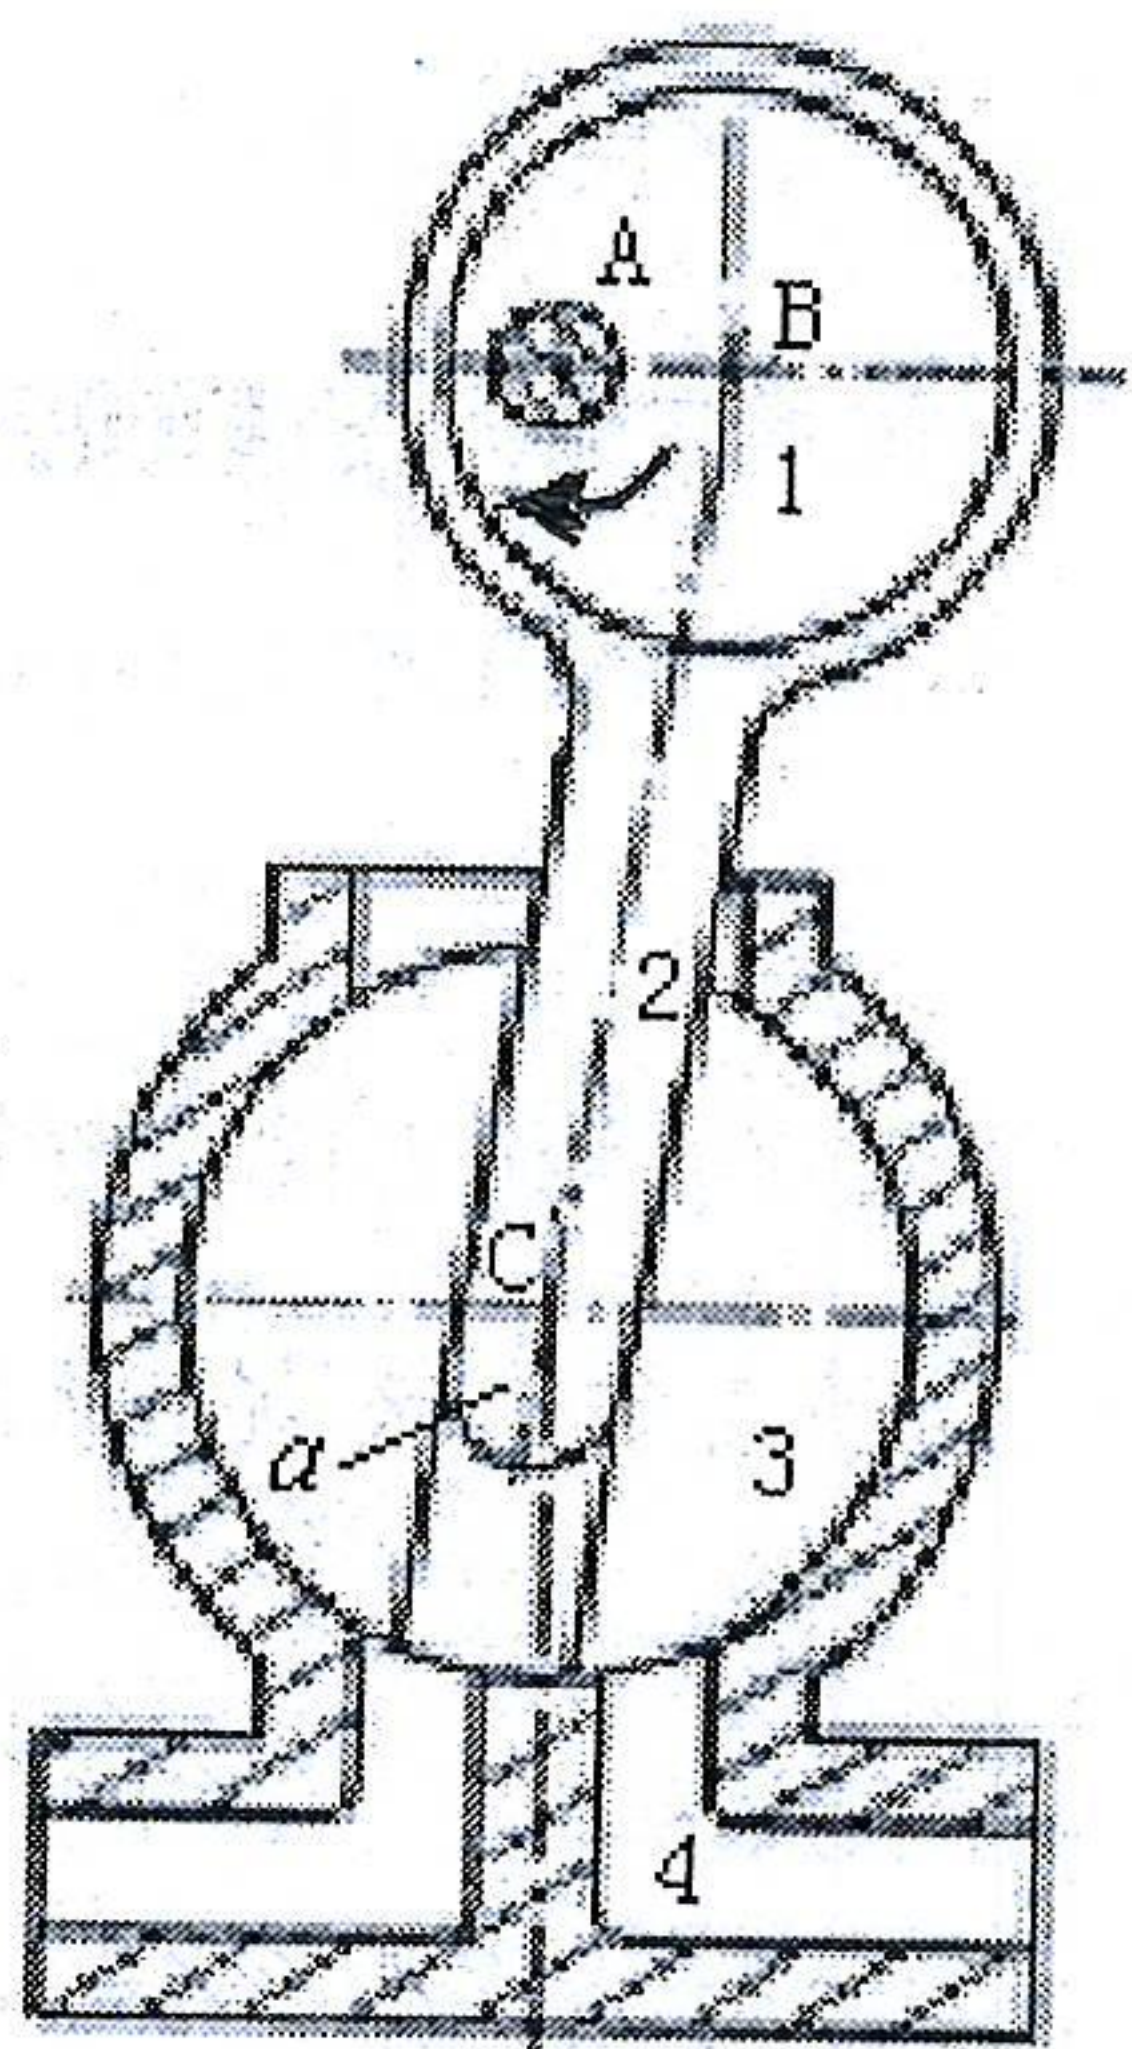

图3 (题四、1 图)
1. (12分) 试绘出图3所示偏心回转油泵机构的运动简图 (其各部分尺寸可由图中直接量取)，图中偏心轮1绕固定轴心A转动，外环2上的叶片a在可绕轴心C转动的圆柱3中滑动。并判断其是否有确定的相对运动？说明原因。